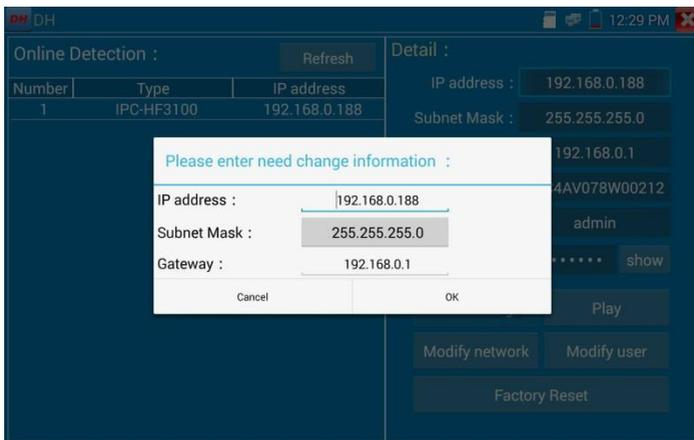

Рис. 150 Изменение сетевых настроек
4. Для изменения сетевых параметров нажмите кнопку «Изменить сетевые параметры» (Modify network). Здесь можно задать IP адрес, маску подсети и шлюз, рис. 150